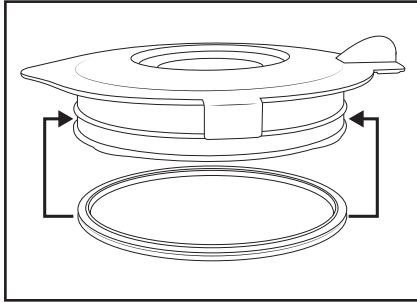

Abb. 3
- Reinigen Sie den Mixaufsatz ③ nur mit einer langstieligen Spülbürste, so dass Sie sich nicht am Schneidmesser ④ verletzen können.
- Reinigen Sie die Dosierkappe ① und den Deckel ② in milder Seifenlauge. Für die Reinigung mit der Hand können Sie die Gummidichtung ⑨ entfernen. Achten Sie darauf, dass die Gummidichtung ⑨ wieder richtig aufgesetzt ist, bevor Sie den Deckel ② erneut verwenden (Abb. 3).